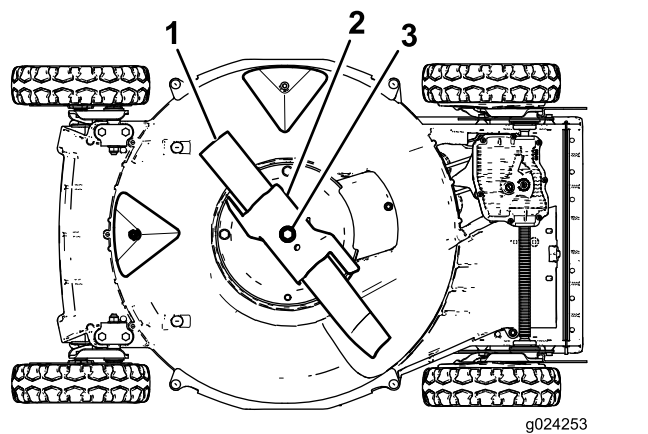

Figura 23
- Incline a máquina sobre o lado **direito** (filtro do ar voltado para cima), tal como se ilustra na Figura 23.